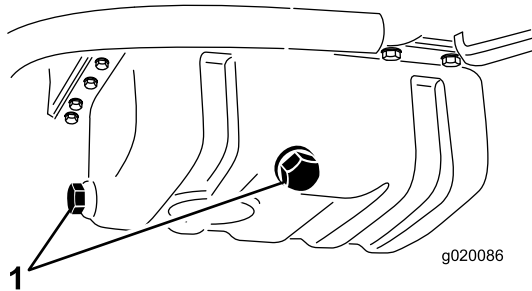

Bild 51
2. Entfernen Sie eine der Ablassschrauben (Bild 51) und lassen Sie das Öl in die Auffangwanne ab. Schrauben Sie die Ablassschraube wieder ein, nachdem das Öl abgelaufen ist.